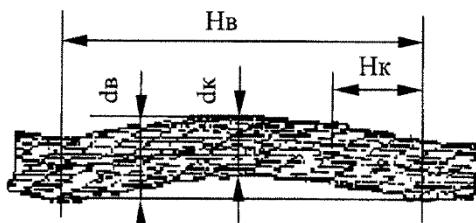

Рис.23: Волнистость каната
6. Волнистость каната характеризуется шагом и направлением ее спирали (рисунок 23).